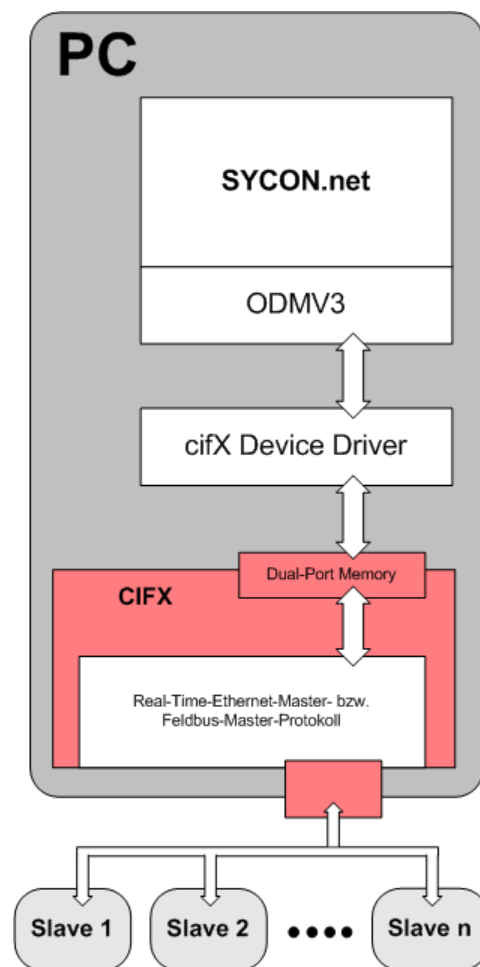

Abbildung 80: Systemübersicht CIFX und SYCON.net
- mit dem Programm **SYCON.net** (Master or Slave), wie in *Abbildung 80* auf Seite 164 dargestellt bzw.
- mit dem Programm **SYCON.net** (Master or Slave) wie in *Abbildung 80* auf Seite 164 dargestellt bzw.